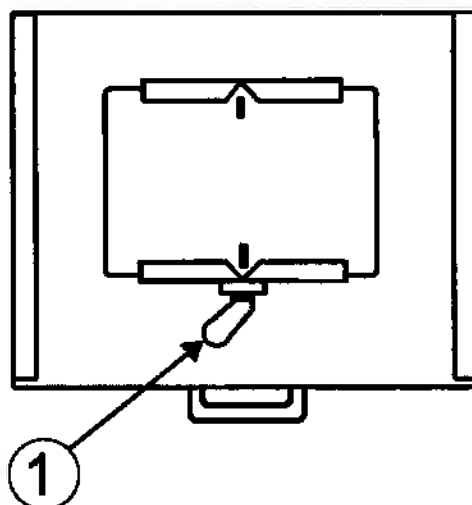

Рисунок 3
- приемник прижать к задней зажимной планке, переднюю зажимную планку подвинуть до соприкосновения с приемником и зафиксировать поворотом фиксатора 1 (Рисунок 3) на кассетодержателе по часовой стрелке до упора;
См. п. 3.1.1.3 и (Рисунок 3).